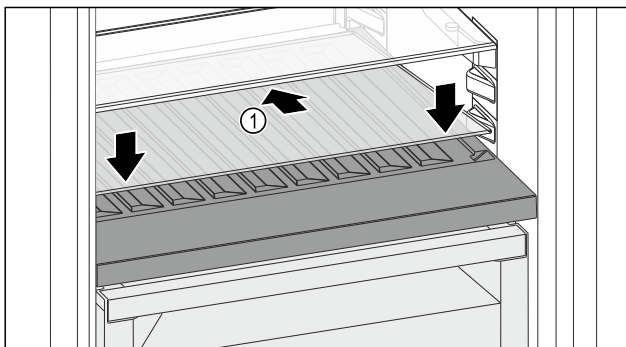

Fig. 144
- ▶ Helyezze be ferdén, hátul lefelé döntve az üveglapot Fig. 144 (1).
- ▶ Engedje le az üveglap Fig. 144 (1) elejét.